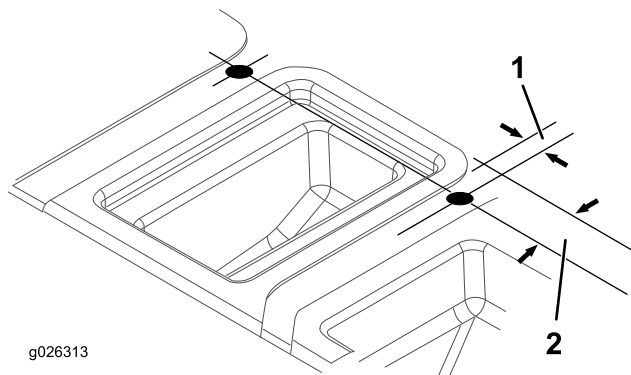

图9
7. 按照图9所示的尺寸，在座椅护罩顶部定位、标记并钻出 2 个孔。